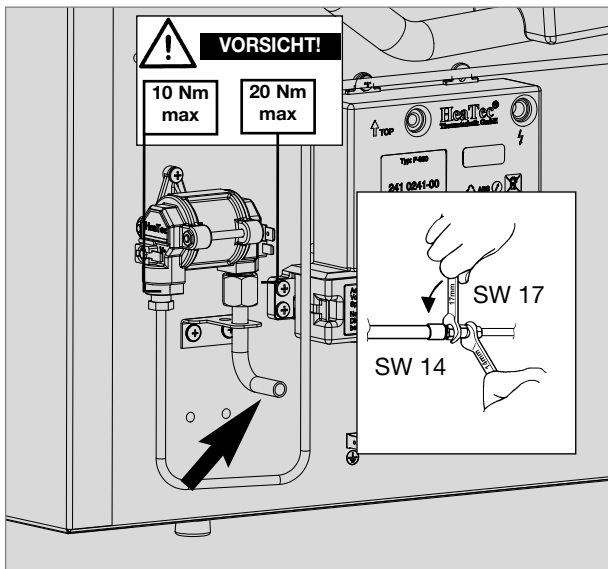

Fig. 34
- Le raccordement à l'appareil s'effectue à l'aide d'un raccord à bague coupante (raccord Erméto) conforme à la norme L8, DIN 2353-ST selon la EN 1949 (Fig. 34).